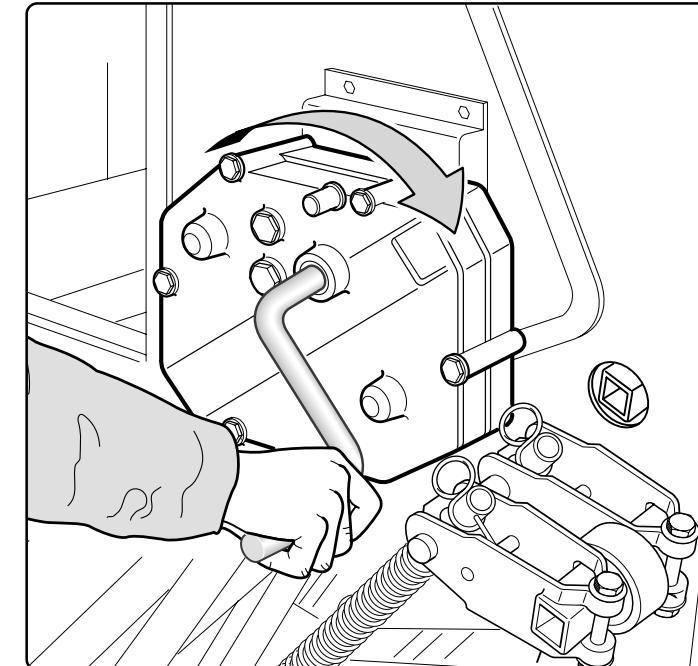

Fig. 38
- Inserire la manovella (Fig. 38) nell'alberino del cambio e girare in senso orario.
- *Insert the crank (Fig. 38) on the speed change gear shaft and rotate*
- insérer la manivelle (Fig. 38) dans l'arbre de la boîte de vitesses et tourner
- insertar la manivela (Fig. 38) en el
- die Kurbel (Abb. 38) in die Getriebespindel einsetzen und im Uhrzeigersinn drehen.